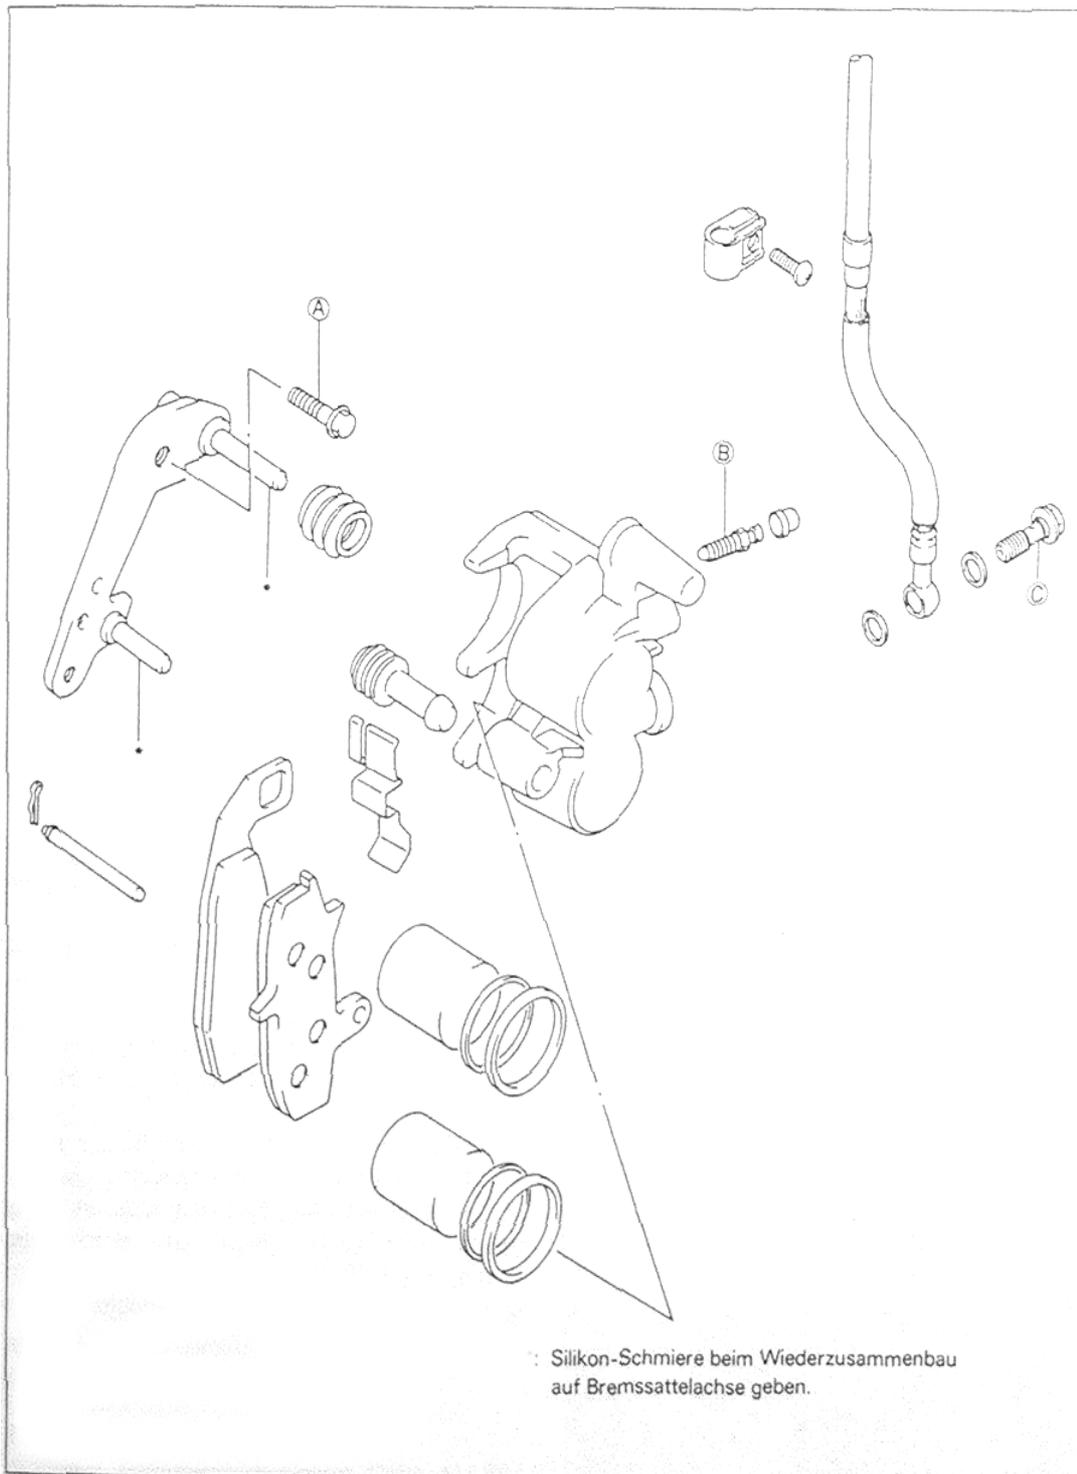

Bild 200
Bremsanlage / Bild 200 und 201
- Feder und Kolben in Bremszylinder einsetzen. Darauf achten, dass Dichtlippen nicht umgewendet werden. Feder so einsetzen, dass ihr breites Ende innen liegt (Bild 200).